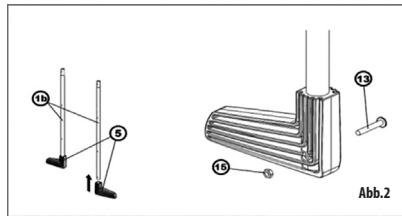

Abb.2
Die unteren Füße (5) schieben Sie auf das richtige Ende (gemäß Öffnungen) der hinteren Holme unten (1b). Sichern Sie diese mit entsprechenden Schrauben (13) und Muttern (15). (Abb. 2)